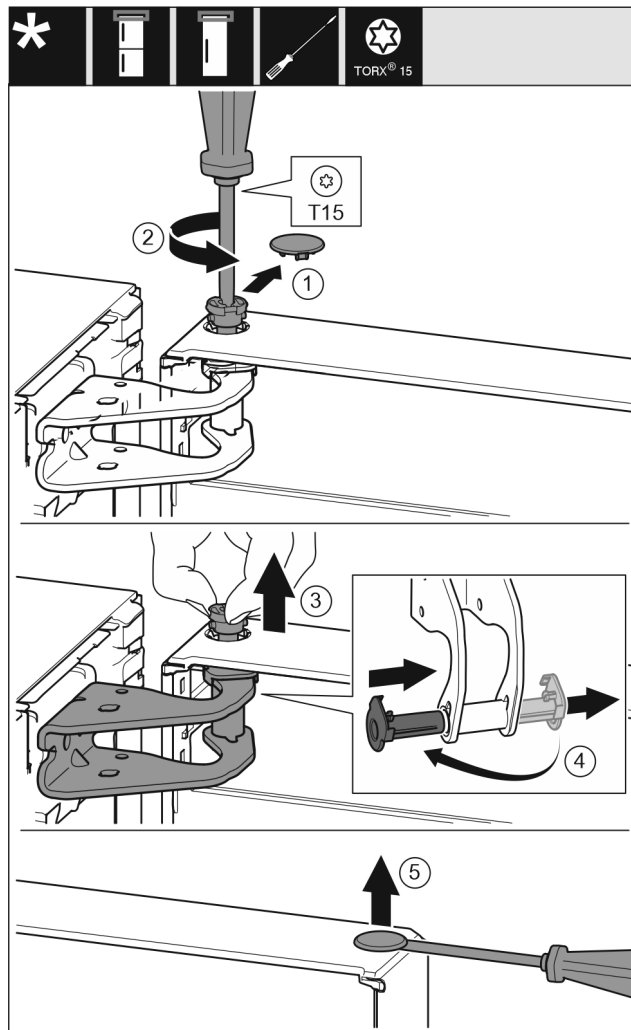

Fig. 12
- Opatrne vytiahnite poistný kryt. Fig. 12 (1)
- Skrutkovačom T15 trochu vyskrutkujte čap. Fig. 12 (2)
- Pevne držte dvere a čap vytiahnite prstami. Fig. 12 (3)
- Puzdro ložiska vytiahnite z vedenia. Nasadte z druhej strany a zaklapnite. Fig. 12 (4)
- Plochým skrutkovačom opatrne nadvihnite a vyberte zátku z puzdra ložiska dverí. Fig. 12 (5)